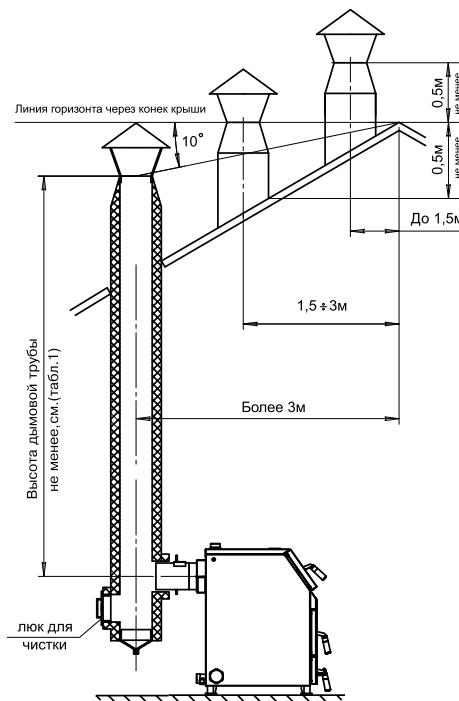

Рис.5 Варианты установки дымовой трубы
6.8. Установка котла и монтаж дымовой трубы должны проводиться в соответствие со СНИП 41-01-2003 как показано на рис. 5.